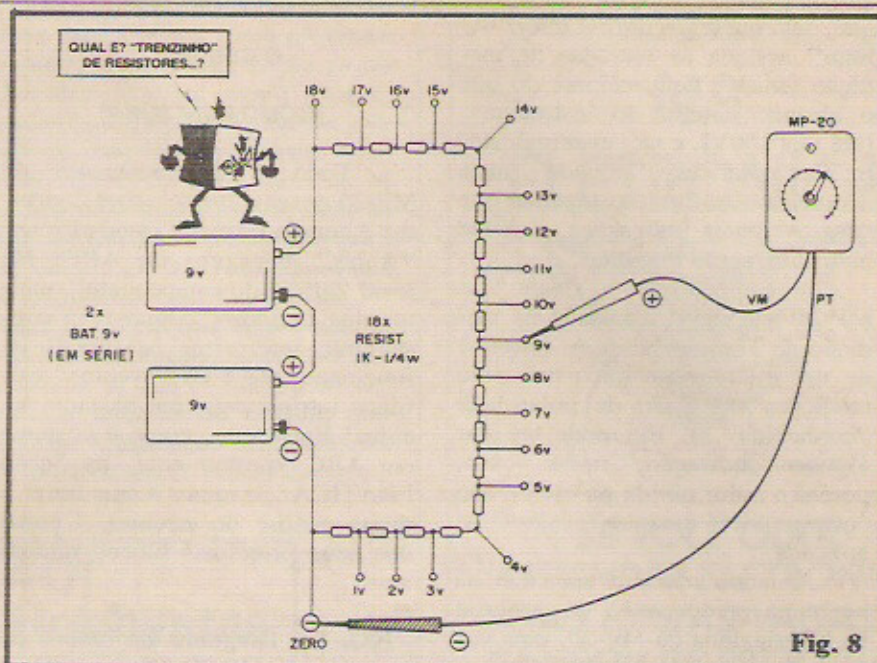

Fig. 8
- FIG. 8 - Método mais "científico" de fazer a calibração... O Leitor/"Aluno" precisará de duas baterias "tijolinho" de 9V, ligadas em série, de modo a totalizar 18V. Além disso, 18 resistores de 1K x 1/4W deverão ser dispostos em "fila" (ligação em série, portanto...), conforme ilustra o diagrama e com tal "elo" fechando os contatos extremos da alimentação de 18V. Com tal disposição, teremos, no "topo" de cada resistor, tensões nitidamente demarcadas, a intervalos de 1V, que poderão ser usadas com suficiente precisão para a marcação da escala da MP-20! Para simplificar as operações, a ordem dos trabalhos deve ser a seguinte:
- A - Com a MP-20 devidamente energizada pela sua bateriazinha de 9V (notem que a MP-20 sequer tem um interruptor "liga-delsiga", simplesmente porque, quando não em uso, o consumo de energia situa-se próximo de "zero"...), aplicar a ponta de prova PRETA ao ponto "zero", correspondente ao "começo" da "fila" de resistores, e ao terminal negativo da bateria "de baixo", na fig. 8...